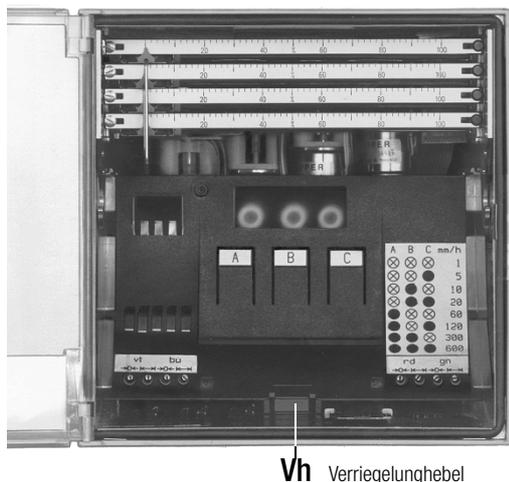
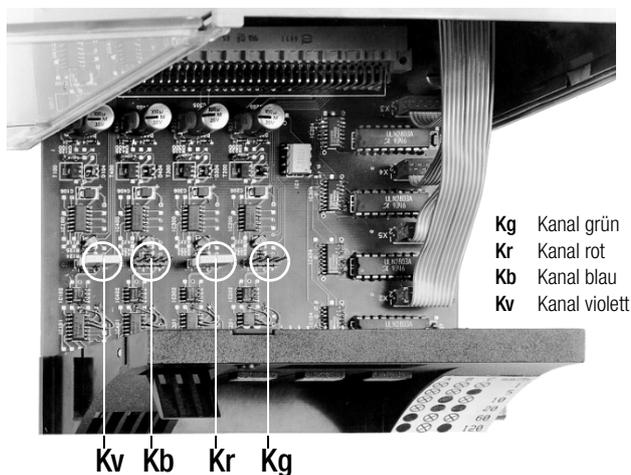

Bild 14
Bild 15 Elektronikeinheit vorgezogen
(siehe Bild 14 und Bild 15)
3. Verriegelungshebel Vh anheben (siehe Bild 14) und gleichzeitig Baugruppe vorziehen.
4. Elektronikeinheit so weit vorziehen, bis die Steckbrücken bequem zugänglich sind (siehe Bild 15).